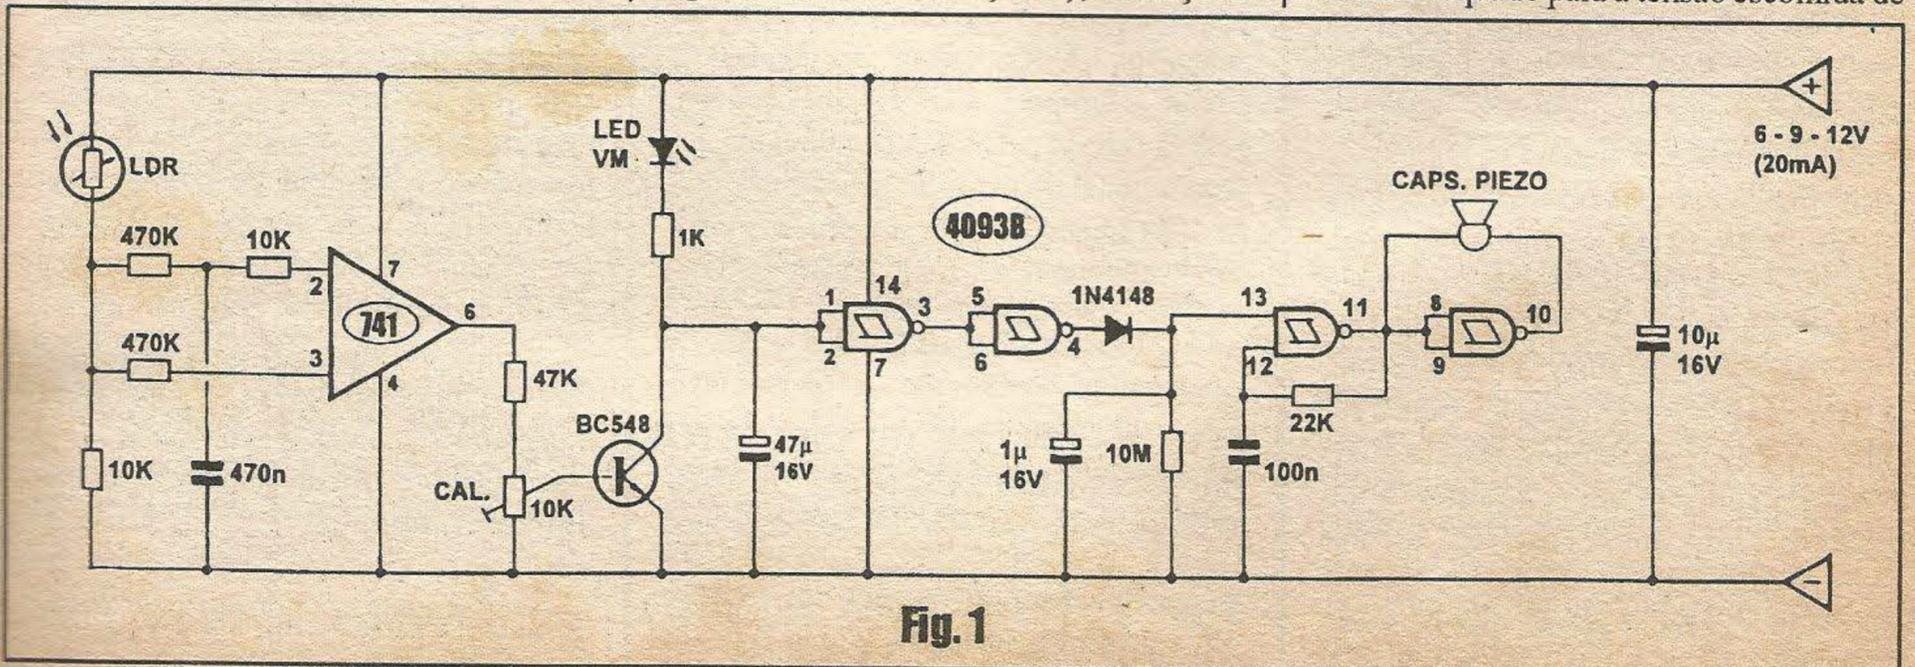

Fig. 1
**- FIG. 1 - DIAGRAMA ESQUEMÁTICO DO CIRCUITO** - De modo a *universalizar* ao máximo as características do sensor óptico, optamos pelo uso de um LDR, que poderá ser de absolutamente *qualquer* tamanho, tipo, sensibilidade ou parâmetros. Para tanto, o dito sensor fotoresistivo está incorporado no ramo *superior* de um simples divisor de tensão (um resistor de 10K no ramo *inferior*...), gerando assim modificações na *voltagem* do nó do dito divisor, rigorosamente proporcionais às eventuais modificações (ainda que  *muito* pequenas) no nível médio da iluminação captada... Essas modificações são aplicadas, simultaneamente, às *duas* entradas (inversora e não inversora) de um Amplificador Operacional 741 (mais comum que formiga, puxa-saco, corintiano ou flamenguista...), este trabalhando sob realimentação *zero* (ganho *máximo*, portanto...), e alimentado por fonte simples (não a tradicional *split* ou com *falso terra central*, como é costumeiro...). Assim, a qualquer momento (estável) ambas as entradas do 741 estarão *sentindo* rigorosamente a *mesma* tensão... Ocorre, porém, que foi incorporada uma rede *retardadora* da sensibilidade, á entrada inversora (pino 2), graças à presença do capacitor de 470n, na *perna*do "T" completado pelos resistores de entrada, de 470K e 10K... Já a entrada não inversora (pino 3) não sofre nenhum tipo de *retardo* na sua sensibilidade, uma vez que apenas o resistor de 470K lhe traz, diretamente, as variações de tensão ocorridas no divisor/sensor... Com tal arranjo, a tensão quiescente no pino de saída do integrado, equivale a praticamente a metade da *voltagem* geral de alimentação (por exemplo: 6 V, se a alimentação estiver em 12 VCC). Pelo funcionamento como comparador radical, do 741 em *open loop* (quanto à realimentação...), variações